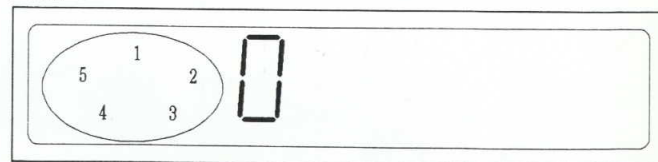

FIG. 3
- 1. a. Appuyez sur la touche Open/Close. Lorsque la flèche de droite du plateau s'aligne avec la première encoche du boîtier, déconnectez l'unité de la source d'alimentation (Fig.3).
- b. Si le bouton Open/Close n'a pas d'effet, rabattez la partie inférieure du plateau vers le bas jusqu'aux dents du plateau. Tirez ensuite le plateau vers l'extérieur jusqu'à ce que la flèche s'aligne avec la première encoche du boîtier (reportez-vous à la Fig. 3).
- 2. Depuis la partie arrière gauche, rabattez le plateau vers l'extérieur dans l'ordre indiqué tout en soulevant le côté gauche du plateau (Fig. 3)
- 3. Depuis la partie arrière droite à présent, rabattez vers l'extérieur le plateau dans l'ordre indiqué tout en le soulevant par le côté droit (Fig. 3)
K. RETIREZ LA PARTIE INFERIEURE DU BOUTON DE MISE EN CIRCUIT (508)
- 1. a. Druk op toets Open/Close. Wanneer de rechter pijl op de lade zich in een lijn bevindt met de 1^e rib van het huis, de stekker van de unit uit de voedingsbron lostrekken (Fig. 3).
- b. Wanneer de Open/Close toets geen effect sorteert, de bodem van het ladehuis naar beneden buigen totdat de vertanding van de lade loskomt van het wormwiel. Trek de lade vervolgens naar buiten tot de pijl zich op een lijn bevindt met de 1^e rib op het huis. (zie Fig. 3)
- 2. Vanaf links achter, het ladehuis in de hier getoonde volgorde naar buiten buigen terwijl u tegelijkertijd de linkerzijde van de lade optilt. (Fig. 3)
- 3. Vervolgens vanaf rechts achter het ladehuis in de hier getoonde volgorde naar buiten buigen terwijl u tegelijkertijd de rechterzijde van de lade optilt. (Fig. 3) 4.Verwijder de lade.
K. VERWIJDER HET ONDERSTE GEDEELTE VAN TOETS "POWER" (508)
- *) Press the PLAY button to focus disc. Before focus is obtained the display will be as shown in Fig. 3. After focussing the display will be as shown in Fig. 4. The disc will start rotating and the tracking servo will remain open.
- *) Check display as shown in Fig. 3.
- *) The display should have changed as shown in Fig. 3.